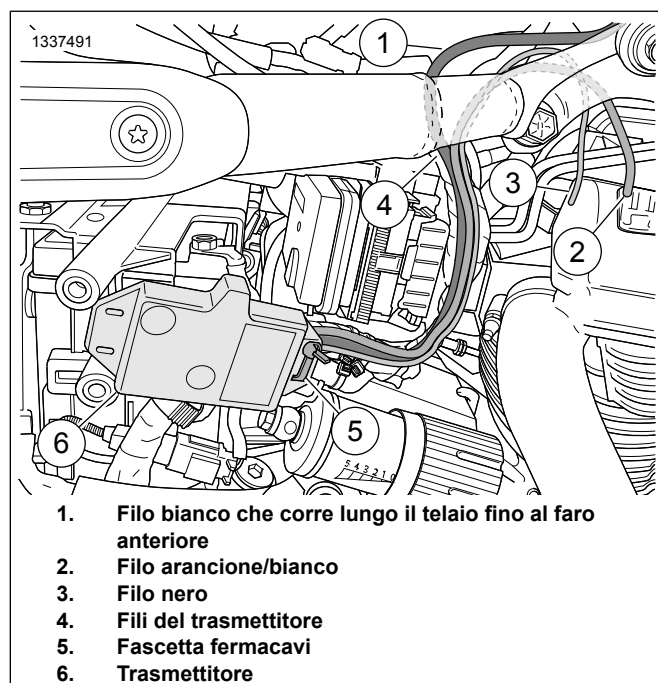

Figura 9. Alloggiamento trasmettitore e disposizione dei fili (Softtail dal 2018 in poi)
2. Vedere la figura 9. **Sul trasmettitore:** tagliare il filo arancione/bianco (2) in modo che abbia la stessa lunghezza del filo nero (3). Rimuovere il filo arancione/bianco tagliato dalla guaina.
- a. Collocare il trasmettitore (6) davanti al cablaggio principale, disponendolo in posizione pressoché orizzontale. I fili in uscita dall'involucro del trasmettitore devono trovarsi in alto, e devono essere disposti verso l'interno, verso i componenti del veicolo.
- b. Installare una fascetta fermacavi (5) nella fessura anteriore dell'involucro del trasmettitore.
- d. Serrare la fascetta fermacavi (5).
4. Sistemare i fili del trasmettitore (4) dietro quelli del cablaggio principale. Seguire i fili del cablaggio principale attorno al modulo ABS/HCU e sotto la parte anteriore della sella.